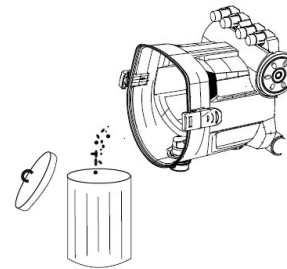

Abb. 19: Filter entleeren
Schritt 2: Entleeren Sie den Inhalt durch Kippen des unteren Gehäuseteils (Abb. 19). Bei Verwendung eines Staubbeutels diesen entnehmen und einen neuen einsetzen.